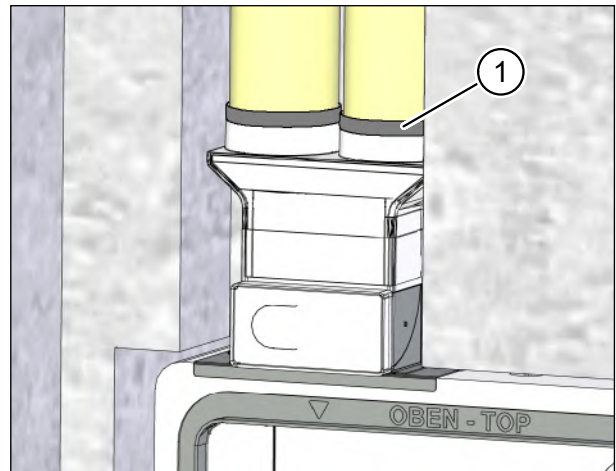

Abb. 30: Flexrohrverbindung mit Dichtband fixieren
- ▶ Setzen Sie die Flexrohre in die Öffnungen des Flexrohranschlusses am Mauerkasten ein und dichten Sie die Verbindungsstelle mit einer Lage Dichtband von 30 mm Breite ab (Pos. 1 in Abb. 30).